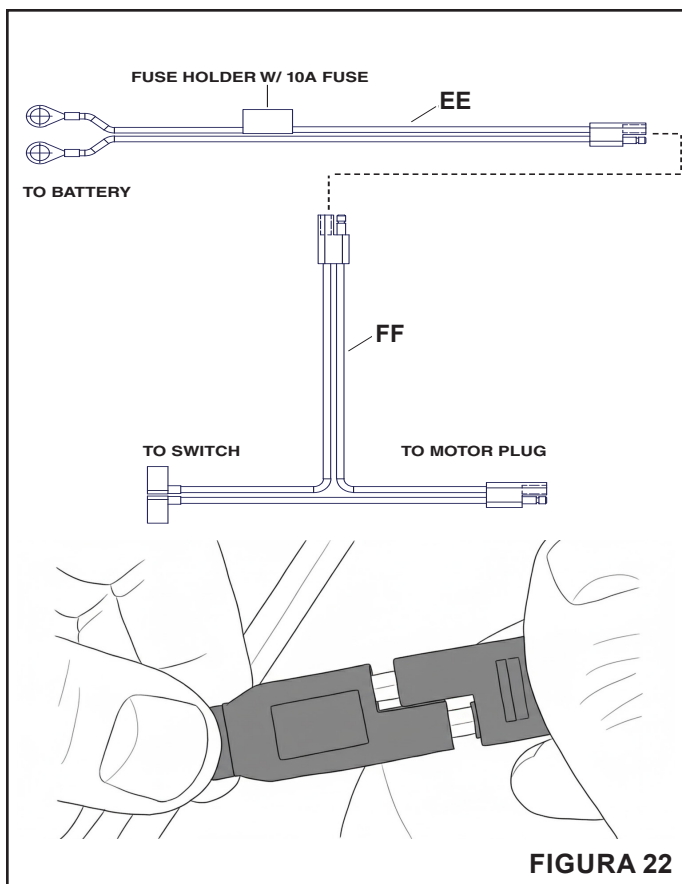

FIGURA 22
PASO 22: (VER FIGURA 22)
- Conecte el arnés del motor al extremo corto del arnés de cables (FF).